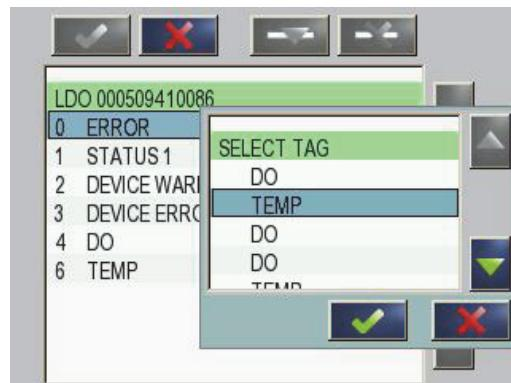

Рисунок 47 Меню конфигурации Profibus/Modbus—Выбор ярлыка
6. В списке устройств Телеграммы выберите ярлык (например, Error (Ошибка) или Status (Статус)) и нажмите кнопку **ADD (ДОБАВИТЬ)**. Отображается окно выбора ярлыка со всеми ярлыками, доступными для датчика(Рисунок 47).